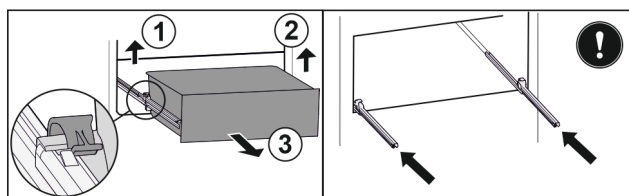

Fig. 142
- ▶ Zvedněte levou svorku a současně vytáhněte zásuvku vlevo dopředu. Fig. 142 (1)
- ▶ Zvedněte pravou svorku a současně vytáhněte zásuvku vpravo dopředu. Fig. 142 (2)
- ▶ Vyměte zásuvku dopředu. Fig. 142 (3)